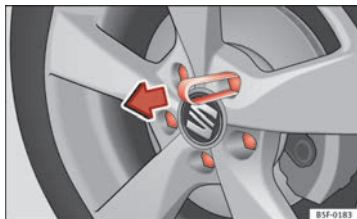

Abb. 125 Rad: Radschrauben mit Deckel
- Schieben Sie die Kunststoffklammer (Bordwerkzeug) so weit auf die Abdeckkappe, bis sie einrastet → Abb. 125.